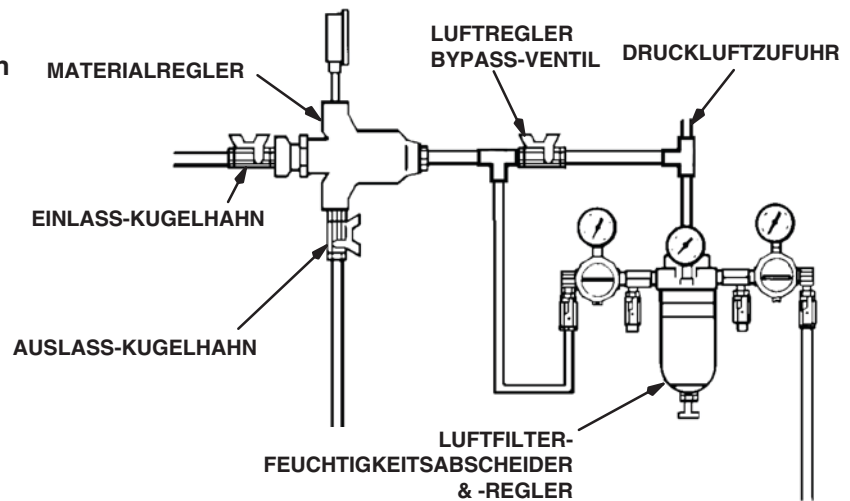
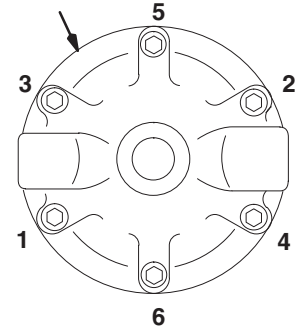

Abb. 2
Abb. 4
1. Pumpe starten und den Einlass-Kugelhahn des Materialreglers öffnen, um Material in den Regler einzulassen. Siehe Abb. 2.
**HINWEIS:** Sicherstellen, dass das Entlüftungsloch im Luftleitungsanschluss (29) nicht verstopft ist. Siehe Seite 12.
2. Kugelhahn am Lufteinlass des Reglers schließen. Siehe Abb. 2.
5. Schottverschraubung (23) und Feder (40) vom Gehäuse des Reglers abnehmen.
6. Kugel (20), Sitz (16) und Dichtung (15) entfernen. Siehe Abb. 4.
- Kugel (20) und Sitz (16) aus Hartmetall besonders vorsichtig behandeln, damit diese nicht beschädigt werden.
- HINWEIS:** Die Dichtung (15) ist dünn und durchscheinend. Vergessen Sie nicht, die Dichtung zu entfernen.
7. Die sechs Kopfschrauben (1) und das Gehäuse (6) entfernen.
8. Die Membranengruppe so in einen Schraubstock einspannen, dass sich die Klemmbacken am Stößelgehäuse (18) befinden. Die Sicherungsschraube (10), die Gegenmutter (13) und die Scheibe (17) vom Stößelgehäuse (18) entfernen.
9. Membrane (22) und Dichtung (26) entfernen.
10. Die Feder (3), den Ventilstößel (9) und die Dichtung (21) vom Stößelgehäuse (18) entfernen.
12. Das Stößelgehäuse (18) in einen Schraubstock einspannen. Einzeln nacheinander die Dichtung (26), die Membrane (22) – *die weiße PTFE-Seite zeigt nach unten zum unteren Gehäuse* – und die Scheibe (17) auf das Stößelgehäuse (18) geben. Alle Teile mit der Gegenmutter (13) sichern. Die Gegenmutter mit 28–47 Nm auf dem Schaftgehäuse festziehen.
13. Den Ventilstößel (9), die Feder (3), die Dichtung (21) und die Sicherungsschraube (10) in das Stößelgehäuse (18) einbauen. Die Nase am Ventilstößel (9) muss dabei in den Schlitz der Schraube (10) passen.
15. Die zusammengebauten Teile in das Gehäuse (6) einbauen.
16. Am Modell 214980 das Luftleitungs-Fitting (29) in der Kappe (7) mit 28–47 N Mit 28–47 Nm (21–35 ft-lb) festziehen.
17. Die Kappe (7) installieren. Die sechs Schrauben (1) in der in Abb. 4, **Ansicht von unten**, gezeigten Reihenfolge und mit dem angegebenen Drehmoment anziehen.
18. Die Dichtung (15), den Ventilsitz (16) und die Kugel (20) in das Gehäuse (6) einbauen.
19. Die Schottverschraubung (23) mit eingelegtem O-Ring (4) und Feder (40) in den Einlass schrauben. Mit 31-36 Nm (23-27 ft-lb) festziehen.